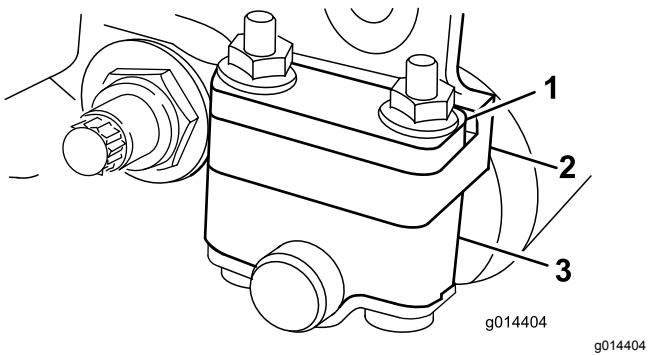

Figura 6
Dependiendo del intervalo de alturas de corte deseado, será necesario ajustar los soportes del rodillo trasero (Figura 6 o Figura 7) a la posición superior o inferior:
para obtener un intervalo de alturas de corte de 1,5 a 6 mm (Figura 6).
4. Coloque los espaciadores sobre los tornillos, encima o debajo de los soportes de los rodillos, según sea necesario (Figura 6 o Figura 7).